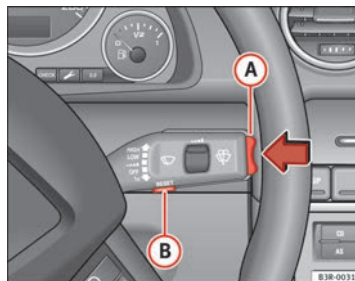

Abb. 58 Scheibenwischerhebel: Funktionswahlschalter
- Drücken Sie den Funktionswahlschalter im Scheibenwischerhebel **A** ⇒ Abb. 58 oben bzw. unten, um den eingestellten Wert zu verändern. Die Werte laufen in Schritten von 10 km/h auf bzw. abwärts.
- Drücken Sie die Reset-Taste im Scheibenwischerhebel **(B)**  $\Rightarrow$  Abb. 58 solange, bis im Display das durchgestrichene Geschwindigkeitswarnsymbol der Warnschwelle 2 erscheint.